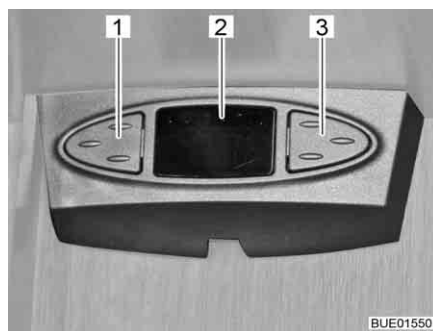

Bild 40 Sat-Maus
Je nach Modell ist die Satellitenanlage mit einer Sat-Maus ausgestattet. Die Anzeige (Bild 40,2) der Sat-Maus zeigt den eingestellten Kanal an. Mit den beiden Tasten können die Grundfunktionen der Satellitenanlage bedient werden (Senderwechsel, Ein-/Ausschalten).
- Vorherigen Sender aus der Senderliste wählen: Linke Taste (Bild 40,1) drücken.
- Nächsten Sender aus der Senderliste wählen: Rechte Taste (Bild 40,3) drücken.
- Zwischen Radio und TV umschalten: Tasten (Bild 40,1 und Bild 40,3) gleichzeitig kurz drücken.
- Receiver ein-/ausschalten: Tasten (Bild 40,1 und Bild 40,3) gleichzeitig drücken und gedrückt halten.